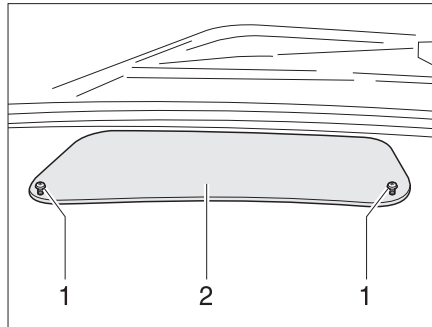
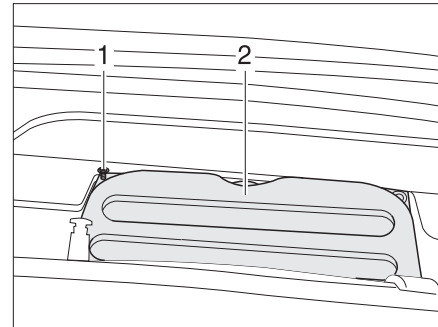

Bild 32 Abdeckung im Armaturenbrett
Bild 33 Abdeckung zum Motorraum
- Zwei Schrauben (Bild 32,1) lösen und Abdeckung (Bild 32,2) abnehmen.
- Sechs Innensechskantschrauben (Bild 33,1) herausdrehen und mit Scheiben abnehmen.
- Abdeckung (Bild 33,2) abnehmen.
- Beide Abdeckungen (Bild 33,2 und Bild 32,2) wieder festschrauben.